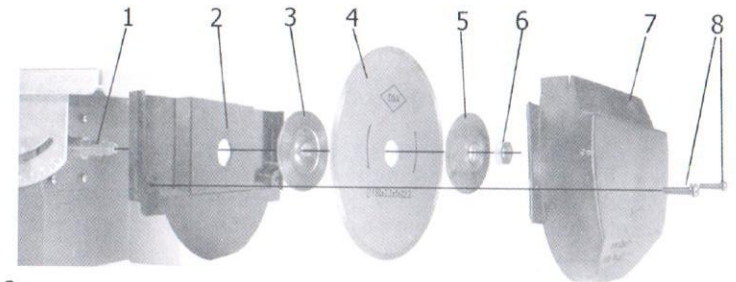

рис. 2
6.1. УСТАНОВКА АЛМАЗНОГО ДИСКА И ЗАЩИТНОГО КОЖУХА (рис. 2).